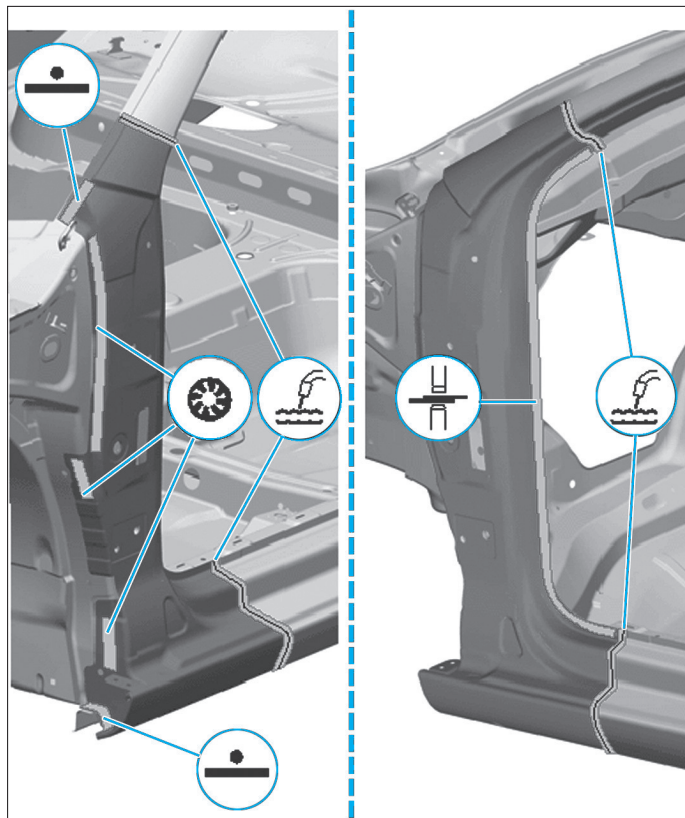

FIG. 46
- Souder les zones d'accostage par cordon point sur point de brasure MIG-L (Fig.46).